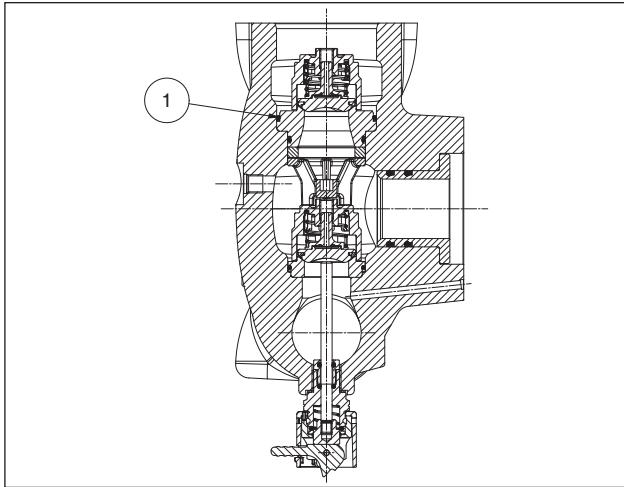

Fig. 124
Préter particulièrement attention à la mise en place du joint torique indiqué rep. ①, Fig. 124. Il est conseillé d'utiliser l'outil réf. 27516000 pour éviter de couper le joint torique pendant l'installation.